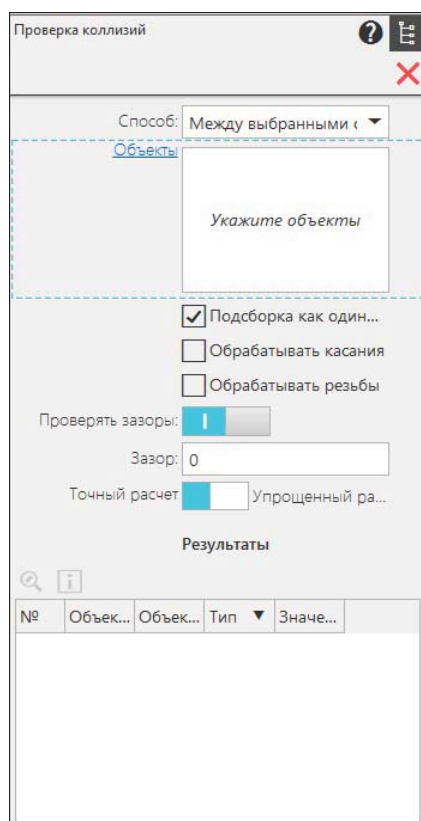

Рис. 26.9. Панель **Параметры: Проверка коллизий**
- ◆ на панели **Параметры: Проверка коллизий** (рис. 26.9) задайте: